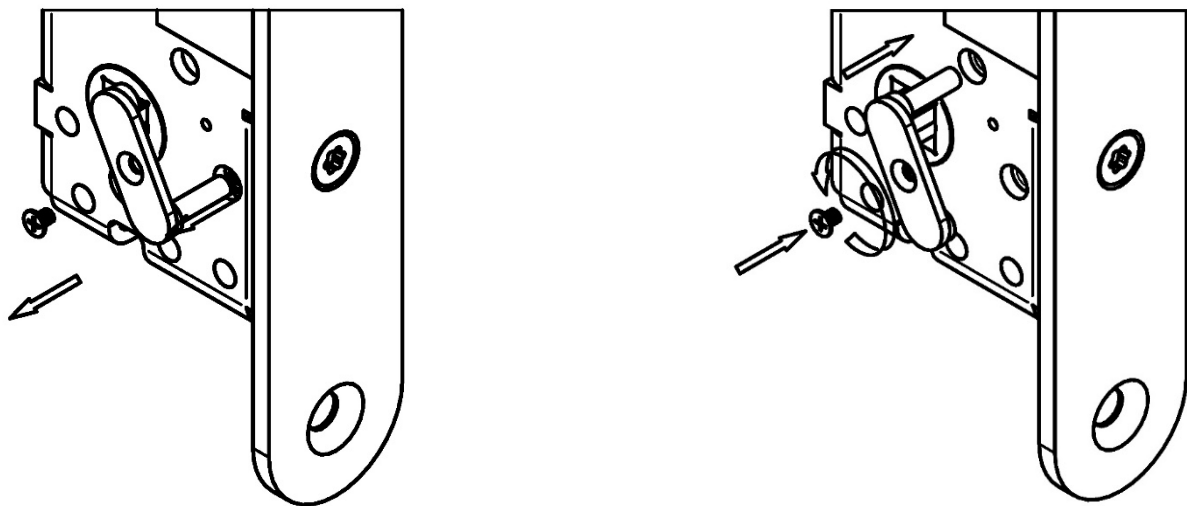

Рисунок 3 – Смена режима работы замка из «нормально открытый» на «нормально закрытый»
- Режим работы замка: открыт без питания – «нормально открытый» (НО) или закрыт без питания – «нормально закрытый» (НЗ) (рисунок 3).